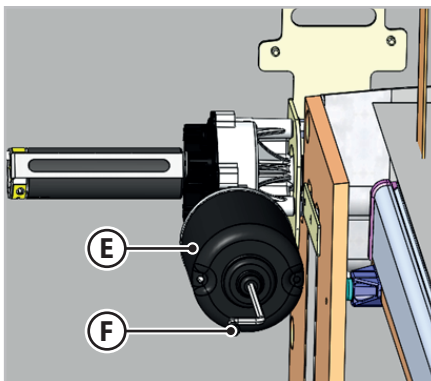

Fig.6.21 - Desbloqueio elétrico da cama tipo B
2. Na parte inferior do motor (E - Fig.6.21), inserir a chave Allen (F - Fig.6.21) no interior do assento específico para o movimento manual.